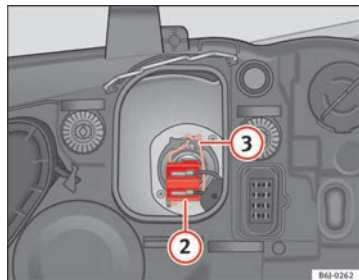

Fig. 154 Luz de cruce
- Extraiga el conector ⇒ fig. 154 ② de la lámpara.
- Desenganche el resorte retentor ⇒ fig. 154 ③ presionándolo hacia dentro y a la derecha.